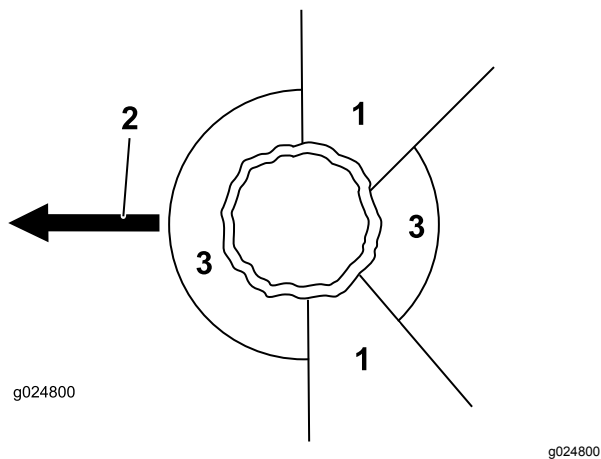

Figure 14
2. Prévoyez une voie de repli dégagée et sûre à partir de la zone dangereuse ; voir Figure 14.